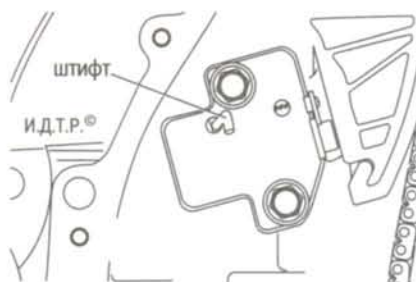

Рис. 5.5. Фиксация натяжителя цепи привода газораспределительного механизма
13. ...и зафиксируйте натяжитель штифтом (рис. 5.5).